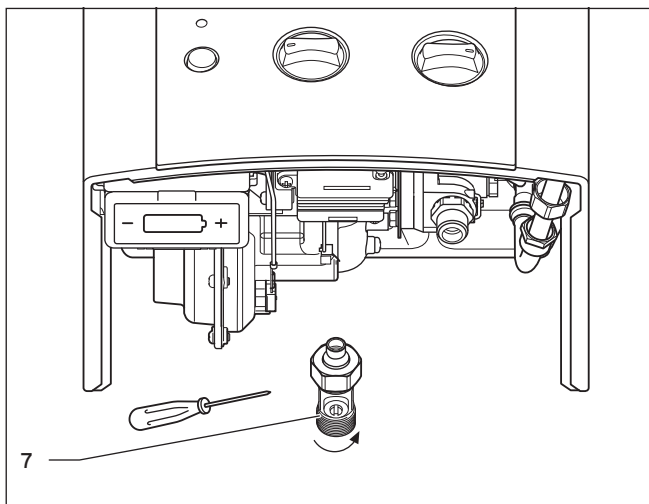

Fig. 4.6 Mise hors fonctionnement
- Fermez le robinet arrêt du raccordement d'eau froide (7) tel qu'indiqué dans la fig. 4.6.